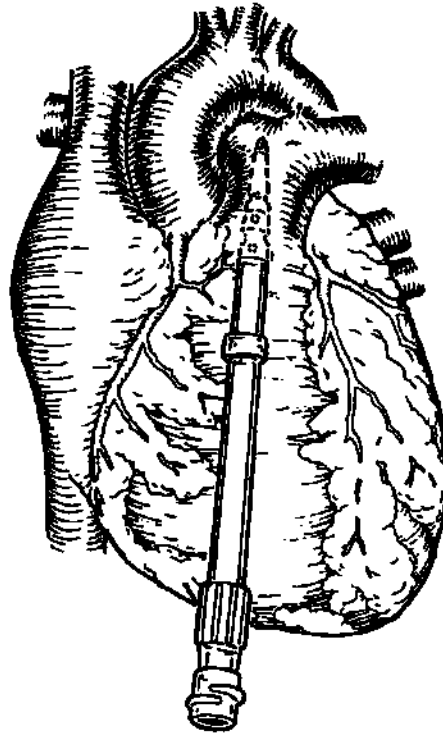

Figure 2 / Figure 2 / Abbildung 2 / Figure 2 / Afbeelding 2 / Figura 2 / Figur 2 / Kuva 2 / Figur 2 / Exkova 2 / Figur 2 /
Rycina 2 / Figure 2 / Şekil 2 / Obrazek 2 / 2. tábra / Рисунок 2
4. Insert the needle into the pulmonary artery through the center of the suture. The cannula will act as its own dilator. Rotate and insert the cannula until all of the side holes are positioned in the pulmonary artery (Figure 2).
4. Insérer l'aiguille dans l'artère pulmonaire par le centre de la suture. La canule fait office de dilateur. Faire pivoter la canule et l'insérer jusqu'à ce que l'ensemble des lumières latérales soient positionnées dans l'artère pulmonaire (Figure 2).